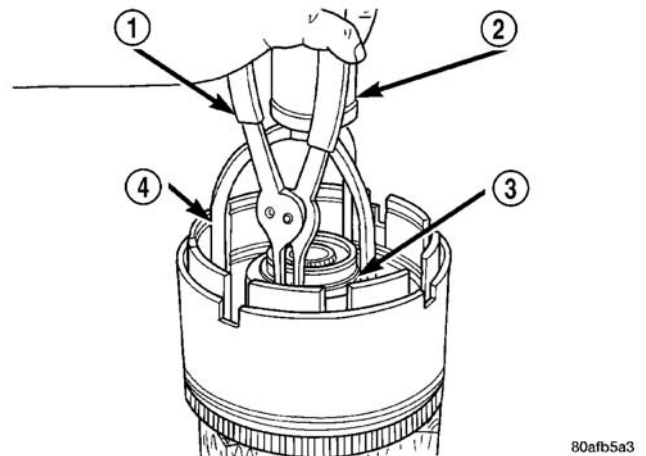
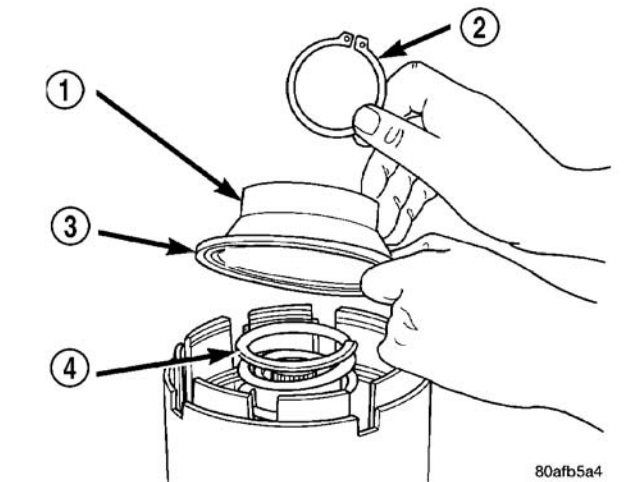

图 244 低速档弹簧座卡环
图 245 低速档回位弹簧和弹簧座
(18) 使用工具 5059A 和一个手动压力机，压缩低速档离合器活塞至足以拆下卡环（图 244）（图 245）。
(19) 拆下弹簧座（图 245）。